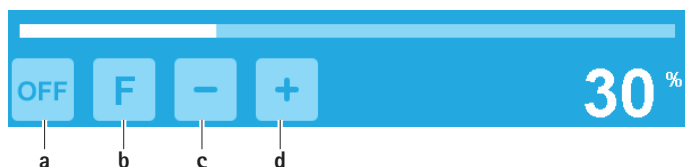

Fig. 7 Aktivera kyl- och spolvätskepumpen/"Flush"-funktionen
- ▶ Aktivera kyl- och spolvätskepumpen: Tryck på knappen för att starta pumpen **a**, se Fig. 7.
- ▶ Inaktivera kyl- och spolvätskepumpen: Tryck på knappen för att stänga av pumpen **a**, se Fig. 7.